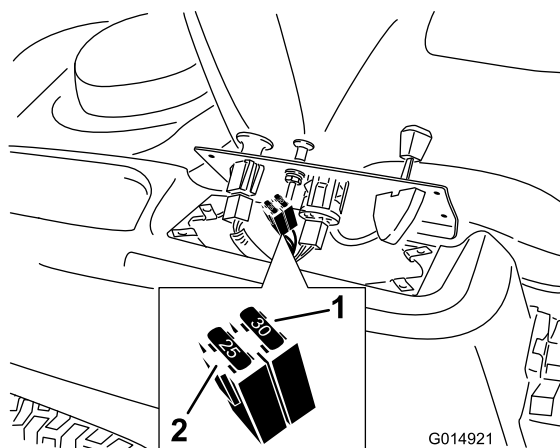

Figura 48
2. Levante el panel de control para tener acceso al arnés de cables principal y al bloque de fusibles (Figura 48).
3. Para cambiar un fusible, tire del fusible para retirarlo (Figura 48).